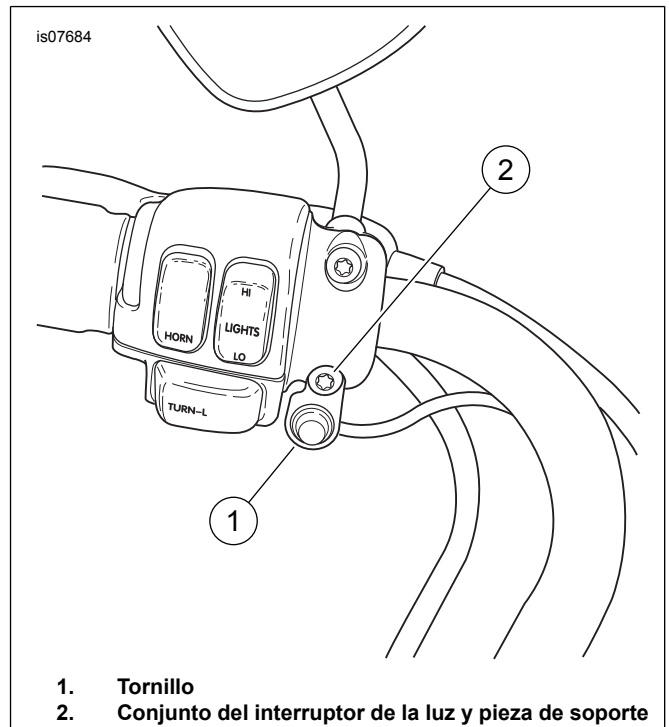

Figura 3. Instalación del interruptor de la luz en la abrazadera del control del embrague
10. Vea la Figura 3. Extraiga el tornillo inferior (1) y la arandela de la abrazadera del control del embrague. Instale el conjunto del interruptor de la luz y de la pieza de soporte (2) con el tornillo y la arandela. Apriete a 7–9 N·m (60–80 in-lbs).